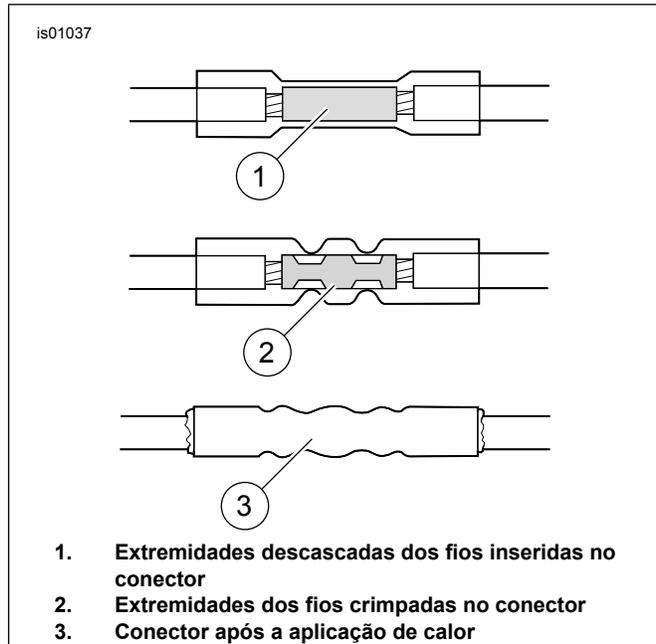

Figura 12. Conexões de luva de emenda seladas
3. Veja Figura 12. Para cada emenda, insira as extremidades do fio no conector da emenda conforme mostrado.